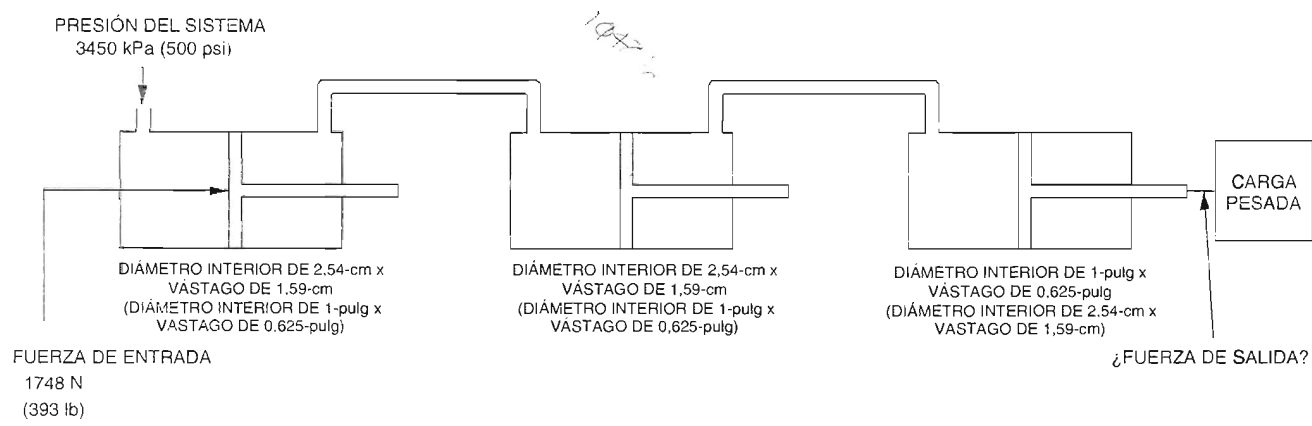

Figura 3-10. Circuito para la pregunta de revisión 5.
5. Calcule la salida de fuerza teórica en el circuito de la Figura 3-10.